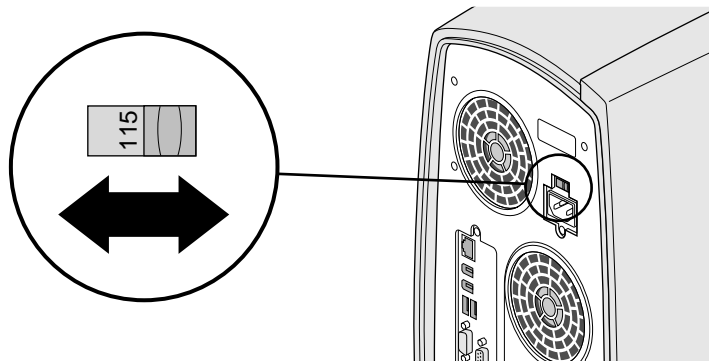

图 1-6 检查电压设定值
5. 检查系统背面电源端口上端的电压开关，确保置于适当的电压输出值，如图 1-6 所示。